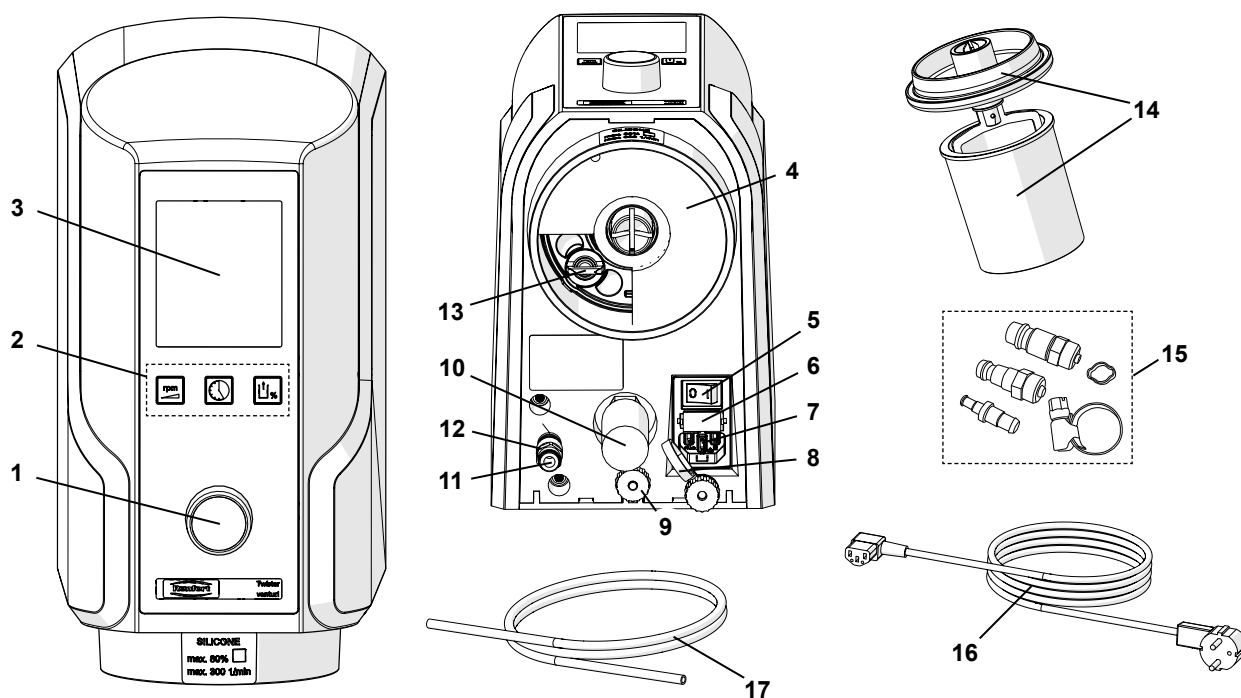

рис. 1
- ⇒ Шланг для подачи сжатого воздуха (17) ввести до упора в штуцер для сжатого воздуха (11). При этом должно ощущаться незначительное сопротивление.
- ⇒ Для подсоединения к сети сжатого воздуха выберите подходящую соединительную муфту из прилагаемого комплекта (15, рис. 1) и насадите ее на конец шланга.